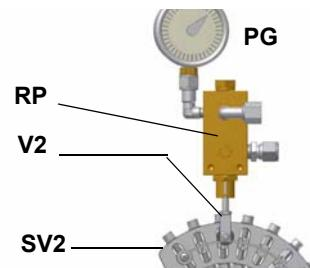

Рис. 25
- 10 для получения максимального расхода дизельного топлива регулировать давление (считывая значения на манометре PG), не изменяя при этом, уже отрегулированный, во время настройки работы на газе, расход воздуха (см. предыдущий параграф): все время проверяя параметры продуктов сгорания, воздействовать на винт варьируемого сектора, соответствующий жидкому топливу SV2 (см. Рис. 25), но по достижении положения большого пламени.